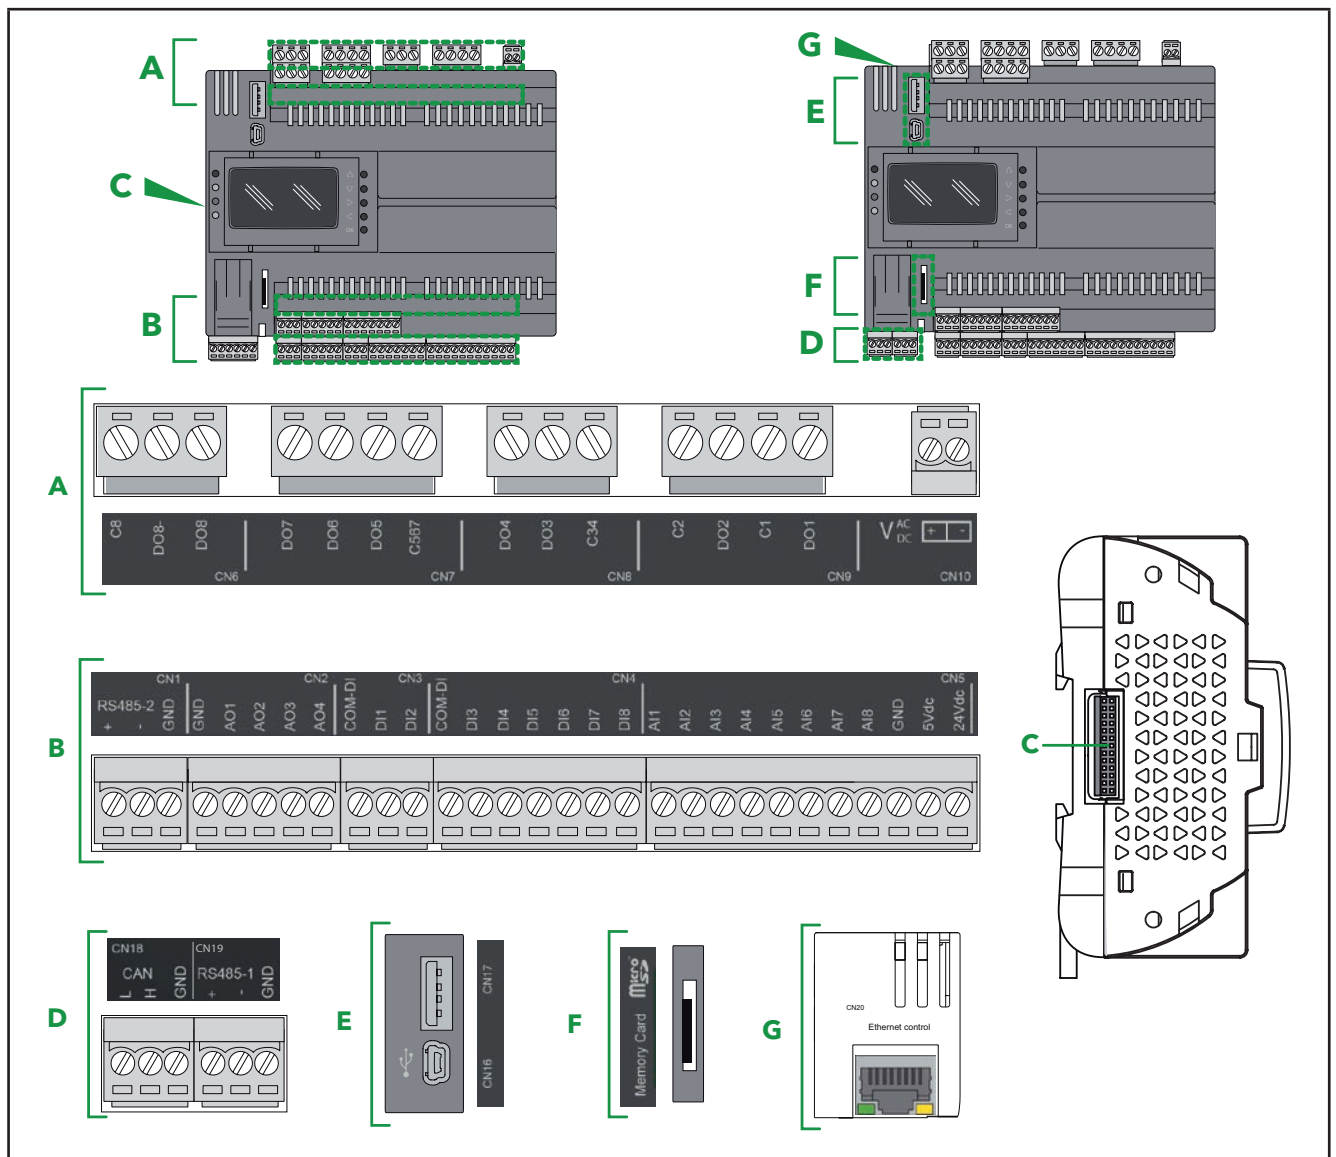
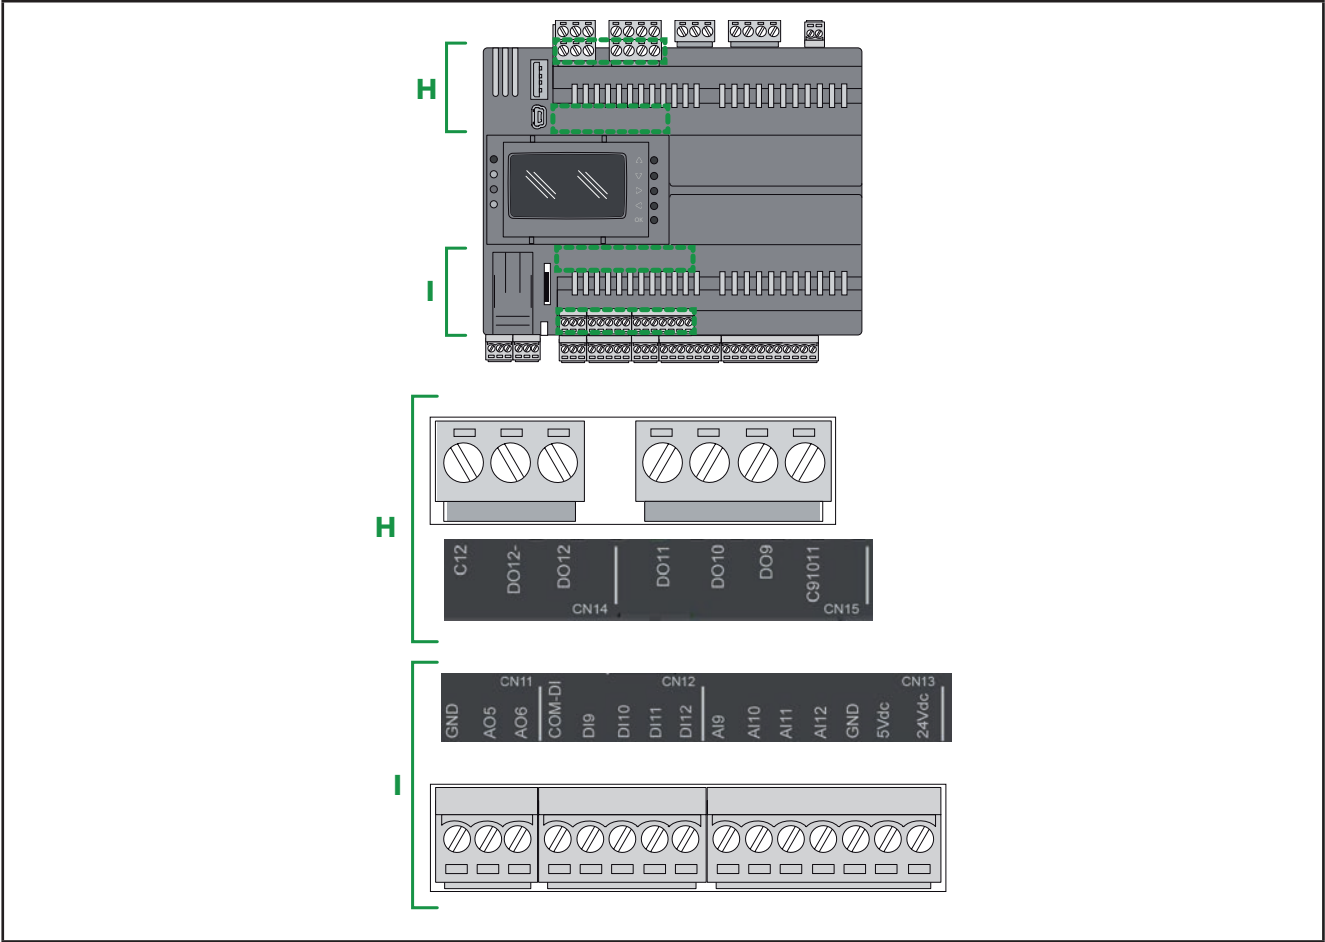

Fig. 22. Conectores de la Tarjeta base EWCM 9000 PRO (HF)
Fig. 23. Conectores de la Tarjeta superior EWCM 9000 PRO (HF)
Las etiquetas de I/O y puertos están marcadas en la cubierta del **EWCM 9000 PRO (HF)** (ver **Fig. 22 en la pág. 39** y **Fig. 23 en la pág. 40**).